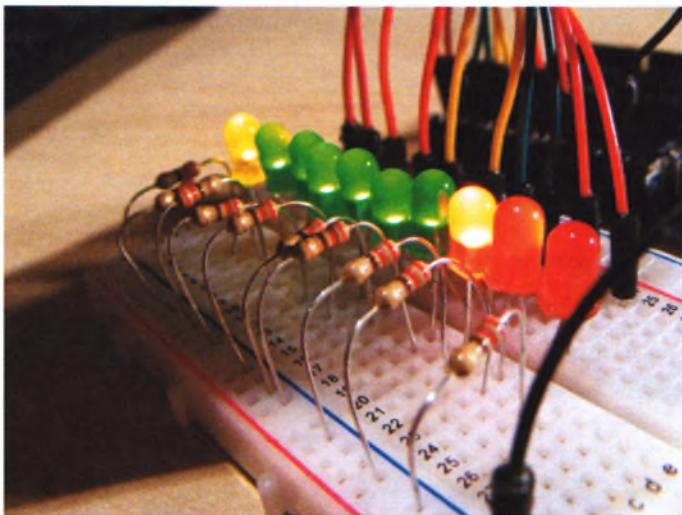

РИСУНОК 6.2
- Подключите к каждому светодиоду резистор с сопротивлением 220 Ом. Одна из ножек резистора подключается к короткой ножке (катоду) светодиода, а вторая ножка резистора устанавливается в гнездо шины заземления макетной платы (см. рис. 6.2). Длинные ножки (аноды) светодиодов подключите к цифровым контактам 2–11 платы Arduino.